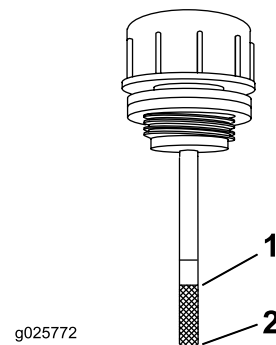

Figura 71
5. Limpe a zona em torno da vareta do reservatório do sistema hidráulico (Figura 71).
6. Retire a vareta do reservatório hidráulico (Figura 71).
8. Retire a vareta do óleo e verifique a extremidade (Figura 71). Se o nível de fluido estiver na marca para adicionar, despeje lentamente apenas o fluido suficiente no reservatório hidráulico para fazer subir o nível para a linha de cheio.